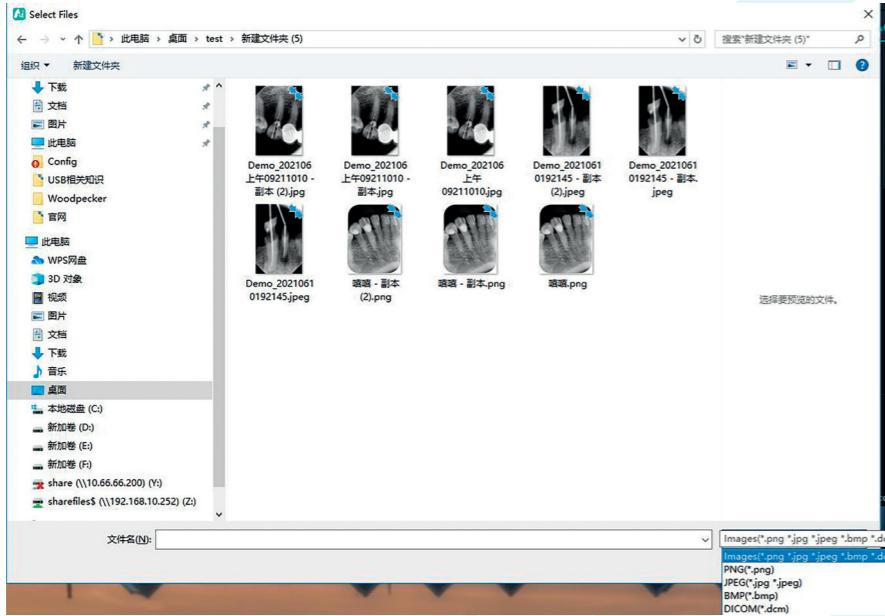
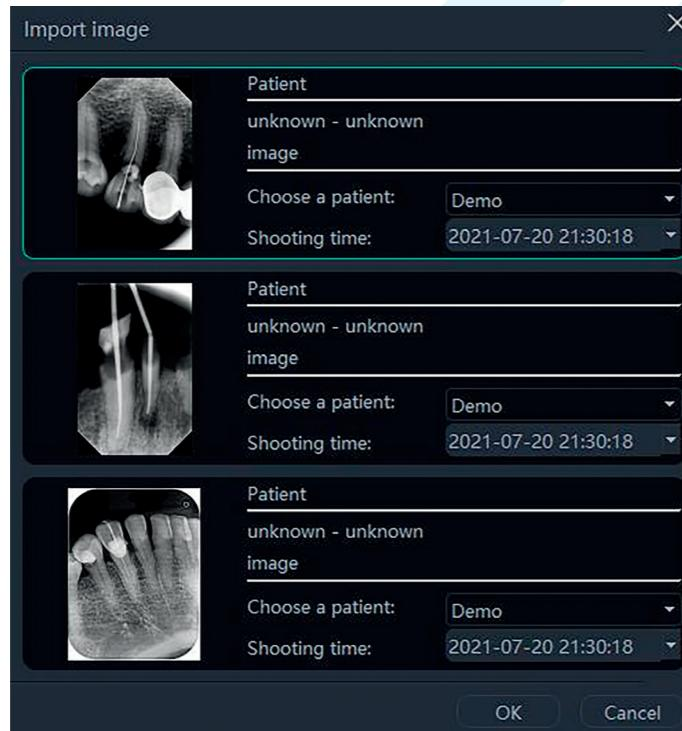

Figure 25
Figure 26
2. Importation de fichiers. Après avoir exécuté le logiciel, cliquez sur le bouton « Acquisition ». Sélectionnez le type de dispositif « Importation de fichiers » et cliquez sur « Importer » pour entrer dans l'interface de sélection des images. Le logiciel prend en charge l'importation d'images aux formats PNG, JPG, JPEG, BMP, DCM et autres, comme le montre la Figure 25. Après avoir sélectionné l'image, cliquez sur « OK » pour accéder à l'interface « Importer l'image », comme le montre la Figure 26. Vous pouvez sélectionner le patient cible et la date d'acquisition pour chaque image, puis cliquer sur « Valider » pour enregistrer l'image sur le patient spécifié.